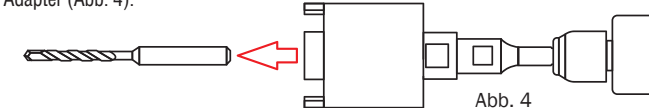

Abb. 4
7. Schalten Sie die Bohrmaschine aus. Entfernen Sie den Zentrierbohrer vom Bohrkronen-Adapter (Abb. 4).